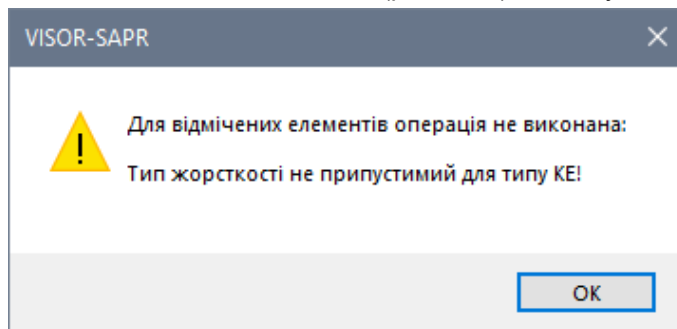

Рис. 22.6. Діалогове вікно **VISOR-SAPR**
- На екрані з'являється діалогове вікно **VISOR-SAPR** (рис. 22.6), в якому натисніть кнопку **ОК**.